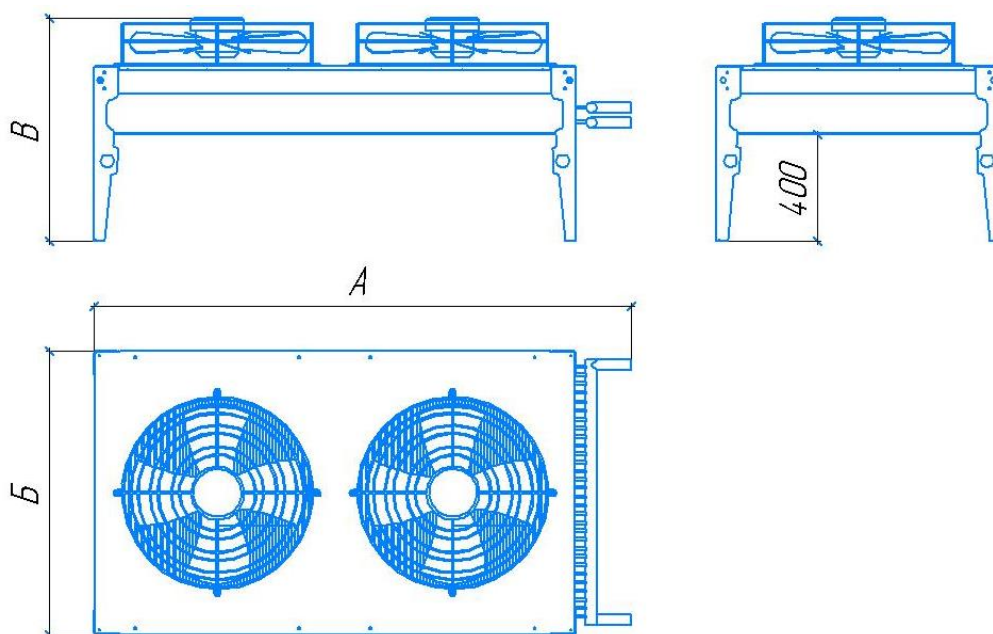

Рис. 2 Габаритные размеры конденсатора ВФК.
6.1.7. Монтаж гидравлического контура должен производиться квалифицированным персоналом в соответствии с проектной документацией, настоящим руководством и СНиП 3.05.05-84 «Технологическое оборудование и технологические трубопроводы». При монтаже трубопроводов с арматурой необходима установка дополнительных опор, назначение которых обеспечивает снятие нагрузки с патрубков конденсатора. Положение и присоединительные размеры патрубков для присоединений в гидравлический контур приведены на Рис. 2 и в таблице 2.